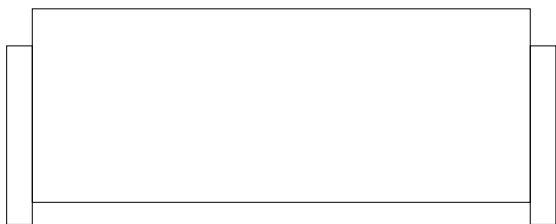

图3-15 素材图形
- 01 执行“文件”|“打开”命令，打开“第3课\3.2.2.dwg”素材文件，如图3-15所示。